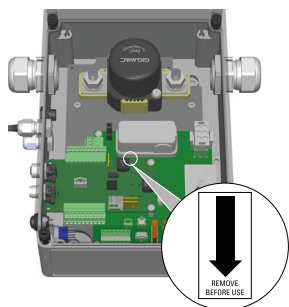

Figure 9. Position de la languette de la pile bouton.
1. Relier une batterie Li-ion au BIB via la connexion CAN (voir figure 9).